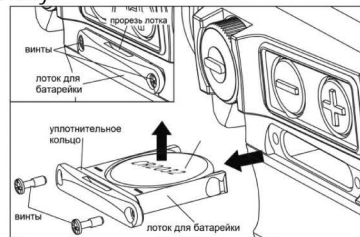

рис.2-1
1) Извлечение батарейки (см. Рис. 2-1):